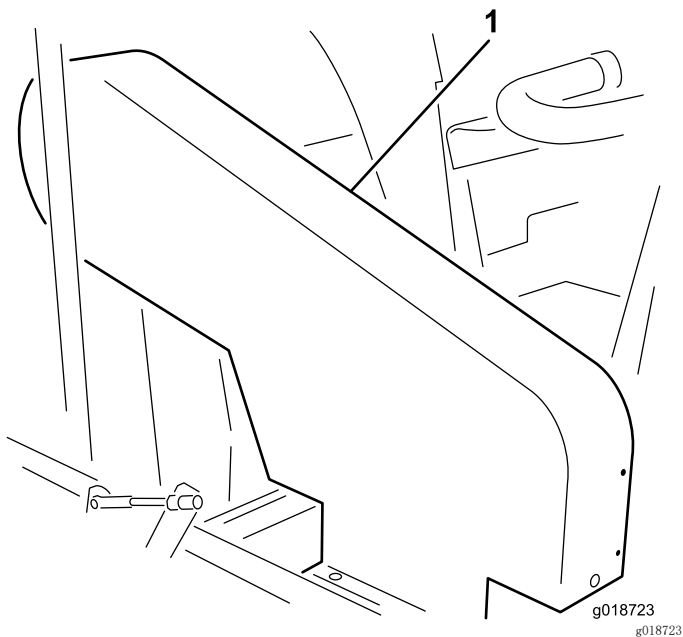

图19
注意： 检查皮带张紧力无需卸下上皮带防护罩 (图19)。如果要拆下皮带防护罩，请卸下将防护罩固定至机架的 4 个螺栓、垫圈和螺母。不要在未安装防护罩时操作机器。
使用 18~22N 的力按压叶轮与离合皮带轮之间的皮带中间位置，检查皮带的张紧力。皮带应下压 1.3cm。如果下压不正确，请参阅 调节叶轮传动皮带 (页码 19)。如果下压正确，请继续正常操作 (图19)。
使用 18~22N 的力按压中间动轴与离合皮带轮之间的皮带中间位置，检查皮带的张紧力。皮带应下压 6mm。如果下压不正确，请参阅 调节中间动轴皮带 (页码 20)。如果下压正确，请继续正常操作 (图19)。
1. 卸下将上防护罩固定到机架的 4 个螺栓、垫圈和螺母（图19）。